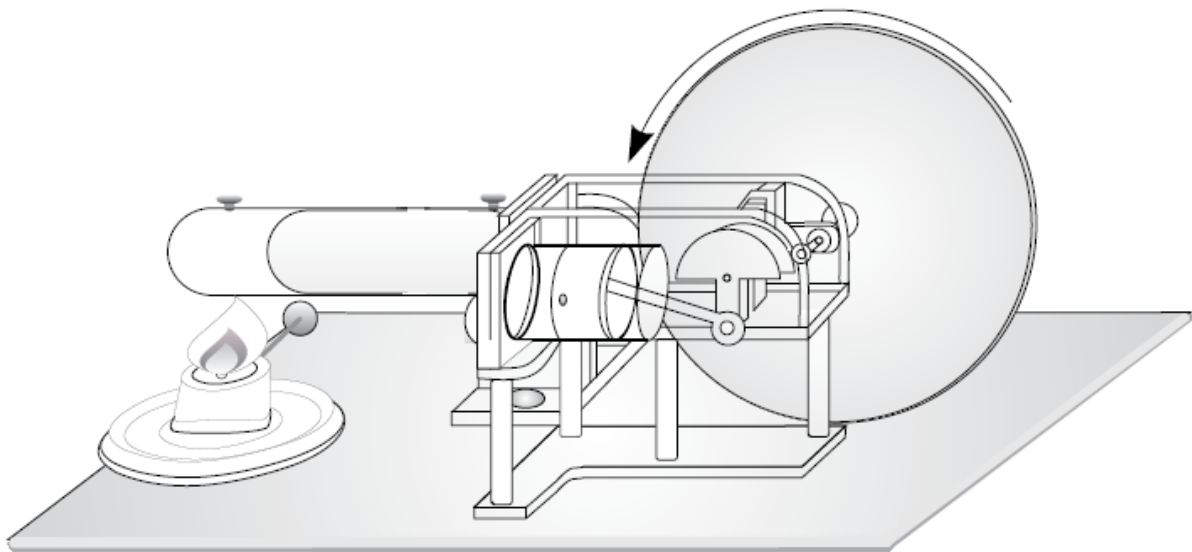

Fig.2 Der Stirlingmotor als Wärmekraftmaschine
- Verdrängerkolben in die hinterste Position bringen und nach kurzer Erwärmungszeit (ca. 1 bis 2 Minuten) Schwungrad durch leichtes Anschieben in Uhrzeigersinn (aus Blickrichtung Motor-Generator-Einheit) in Bewegung versetzen (siehe Fig. 2).